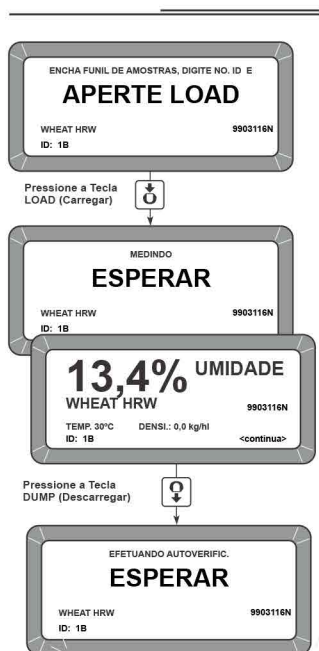

Figura 13. Ciclo básico de determinação de umidade
Após o término de toda a auto checagem de calibração do grão selecionado (aproximadamente 10 segundos), a mensagem ENCHA FUNIL AMOSTRAS, DIGITE NO.ID, E APERTE LOAD (CARREGAR). (Ver figura 13) surge no mostrador.
4. Aguarde mais ou menos 15 segundos para que o teste se complete. (Ver figura 13)
5. Observe os resultados dos testes no mostrador (Ver figura 13)
As teclas 1, 2 e 3 podem ser programadas no MENU CONFIGURAÇÃO para selecionar os grãos (Veja capítulo 7- ESTABELECENDO PARÂMETROS). Em seguida, o operador pode alterar o tipo de grã o usando uma das teclas de atalho antes de iniciar um novo ciclo de testes. Sempre que a tela APORTE CARREGAR aparecer, (Ver figura 13), tecla 1, 2 ou 3 e o grão que estiver junto à identificação será mudado de acordo com a nova escolha. O ciclo estará então pronto para iniciar bastando somente teclar CARREGAR.